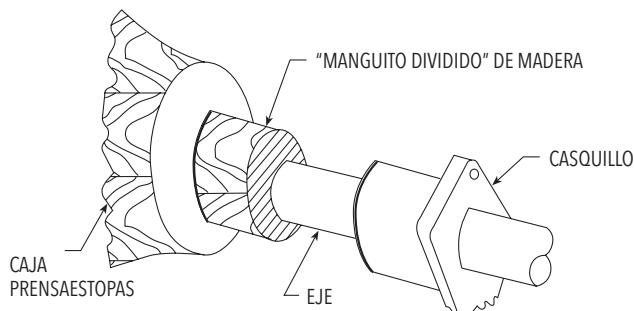

Figura 14
4. Para empacar la caja prensaestopas, instale los anillos de empaque y el aro de linterna en la secuencia siguiente. Instale dos anillos de empaquetadura, luego el aro de linterna, y luego los tres anillos de empaquetadura restantes. Instale cada anillo por separado y asíntelo firmemente. Se recomienda el uso de un manguito dividido de madera para esta operación. Vea la figura 14. Use el casquillo para mover el manguito y el anillo dentro de la caja. Alterne las juntas en cada aro 90°. Asegúrese de que la toma embutida en la caja prensaestopas se alinea con el centro del aro de linterna. Los anillos extra son de repuesto.